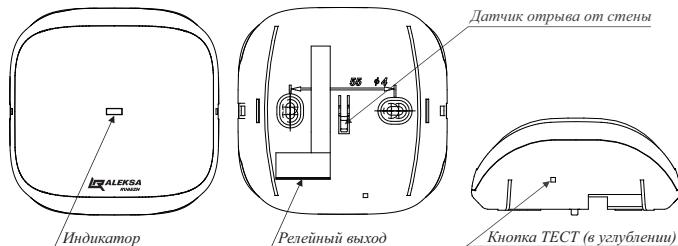

Рисунок 1
5.1 МР конструктивно выполнен в пластмассовом корпусе. Корпус состоит из двух частей: основания и крышки. Крышка имеет окно для индикатора, расположенного на плате (рисунок 1). Крышка фиксируется на основании с помощью двух замков.